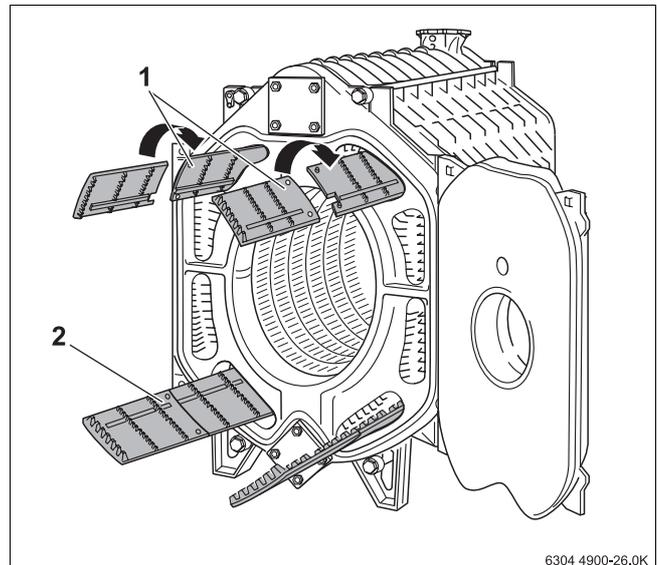
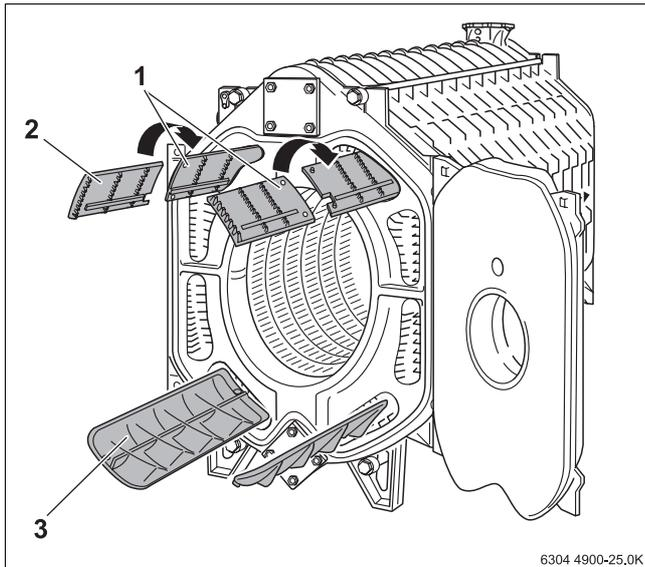
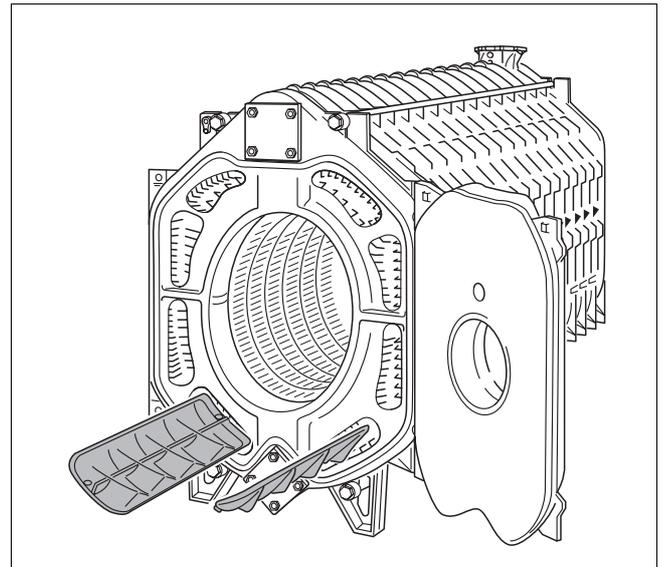

Fig. 30 Inserimento dei turbolatori (blocco caldaia con 9 elementi)
Fig. 31 Inserimento dei turbolatori (blocco caldaia con 13 elementi)
Fig. 32 Inserimento dei turbolatori (blocco caldaia con 15 elementi)
Nella → fig. 31, pag. 23 sono rappresentate le due sezioni ben incastrate.
- ▶ Togliere i turbolatori dalla scatola delle parti di corredo ed inserirli nei giri di fumo corrispondentemente alla scritte impresse sopra (→ vedi fig. 30, fig. 31, pag. 23, fig. 32, pag. 23 e tab. 11 successiva, pag. 23).